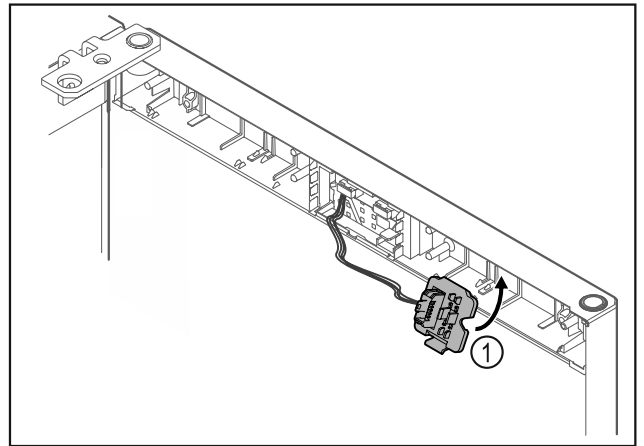

Fig. 23
- ▶ Sett pluggholderen Fig. 23 (1) fast på motsatt side.